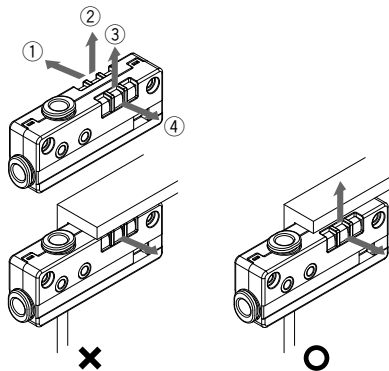

図10
ボックス形製品を取付ける場合、図10の①～④に示した4つの排気方向の内、必ず2ヶ所以上を開放してご使用ください。3方向以上を塞いだ場合、排気エアの背圧により、エジェクタの真空性能が低下します。